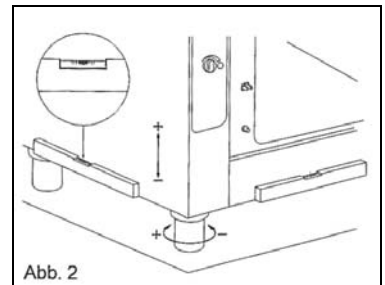

Abb. 2
- Gebruik voor het waterpas zetten en instellen van de hoogte de verstelbare voetjes, zoals getoond op afb. 2.